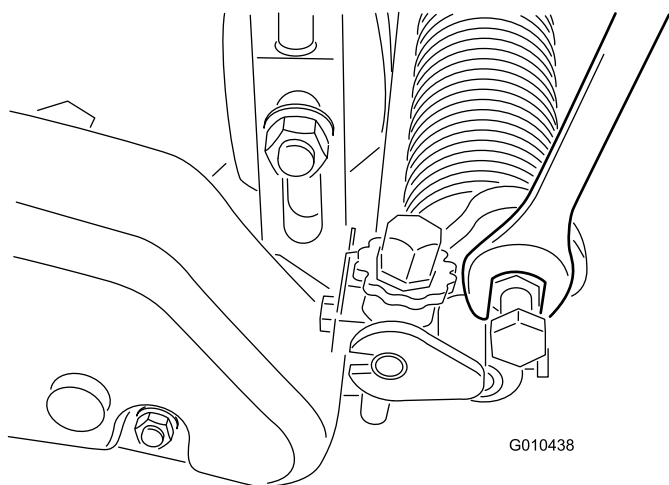

Figura 24
- B. Mueva los brazos hacia arriba o hacia abajo a la posición A o B Figura 24).